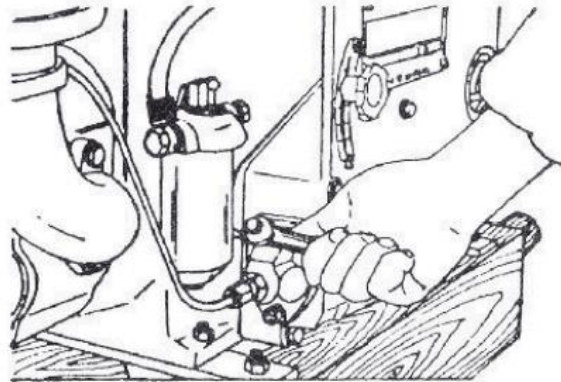

Fig. 4 Soltar o parafuso de retorno na bomba de injeção de combustível para deixar sair o ar, se houver
- Soltar el tornillo de retorno en la bomba de inyección o soltar la conexión de combustible de los tubos, de modo que el aire, si existe, en la tubería del combustible puede salir. Cuando se observe que el combustible está sin burbujas de aire, vuelva a colocar el tornillo de retorno o las conexiones (Fig.4)